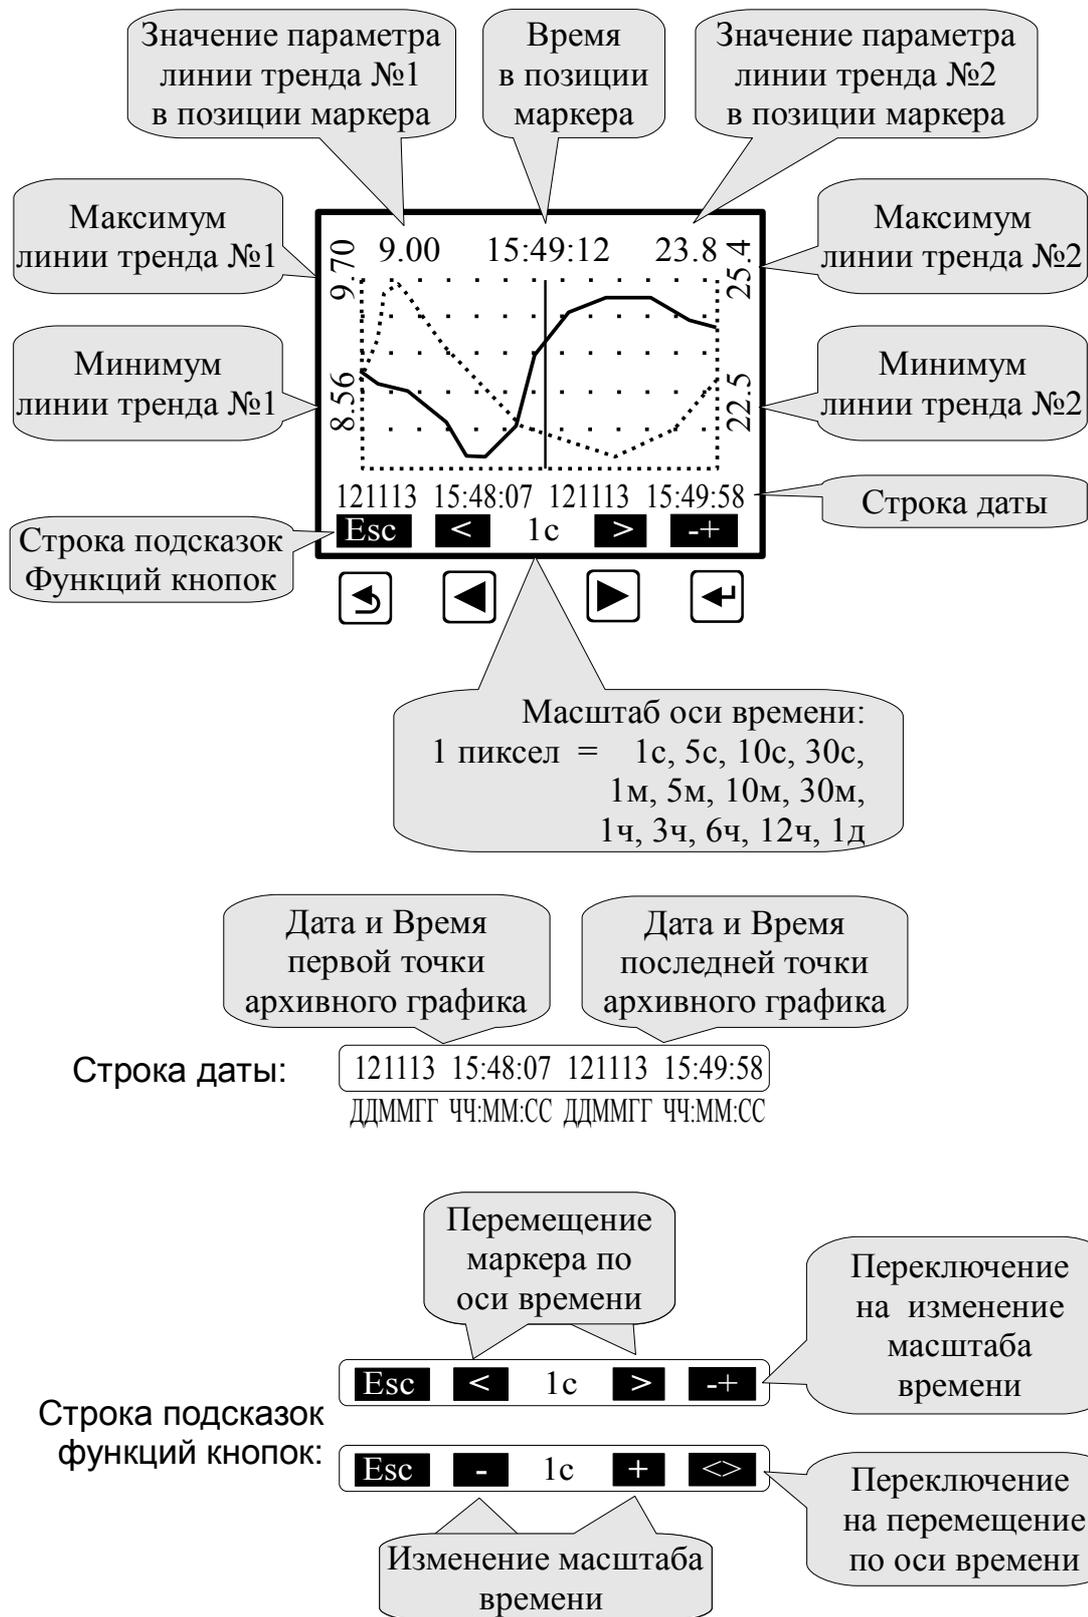

Рисунок 19 - Описание элементов управления и отображения данных в меню «Просмотр архива»
- **Просмотр архива** - в этом режиме просматривается архив. Правая кнопка позволяет переключать режим управления маркером: кнопками и либо изменяется интервал дискретности по времени, либо перемещается маркер, указывающий на время просмотра и значения измеряемых параметров в это время (Рисунок 19).